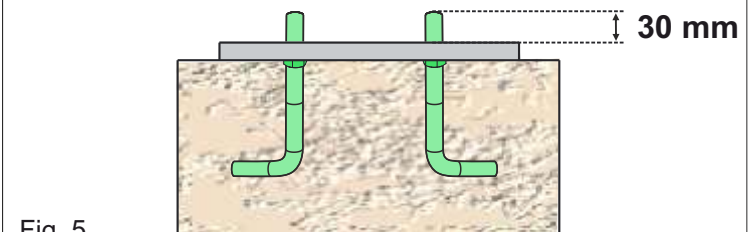

Fig. 5
**2.3.** Assurez-vous que la plaque est parfaitement nivelée et que les boulons d'ancrage **sortent de la plaque de 30 mm**, comme indiqué sur la Fig. 5